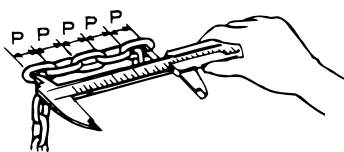

図18 ピッチ測定方法
- (1)ロードチェーンは、部分的にではなく、全体をチェックしてください。5個のリンクのピッチ(P)の和を、図18のように、ノギスで測定してください。
- (2)通常は30cmおきに測定してください。但し、限界値に近いときは、より多くの場所を測定し、一部分でも限界値に達していたら新品と取り替えてください。
- (3)リンクとリンクの接触部の摩耗やキズなどにより、線径が初期線径の95%未満(最も小さい測定値となる測定を行うこと)になっている部分が1箇所でもあれば、新品と取り替えてください。以下3項目のいずれか1つでも該当するロードチェーン・手鎖は、新品と取り替えてください。
- (4)ロードチェーンに有害なキズ、変形、さびがある。
- (5)手鎖の操作時、ハンドホイールとの噛み合いが良好でないもの。手鎖にキズ、変形、さびがある。
- (6)溶接スパッタの付着が見られるなど、高熱にさられたと考えられる場合。